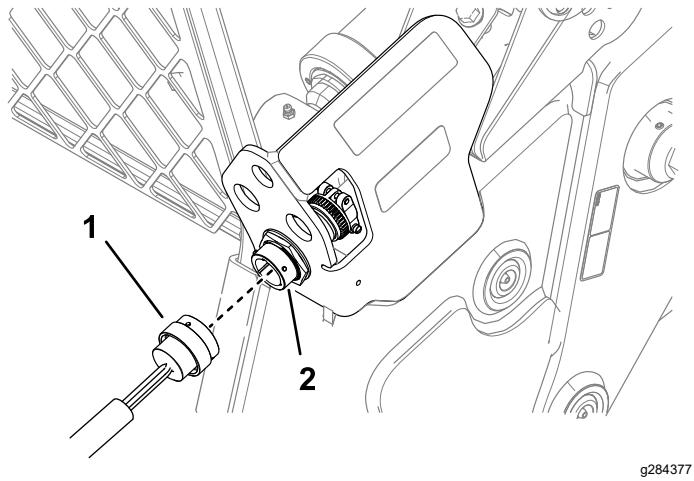

Рисунок 7
13. Подсоедините жгут проводов с 14-штыревым разъемом (короткий жгут проводов) к жгуту проводов вспомогательного оборудования (продается отдельно) в месте крепления соединителя (Рисунок 7).